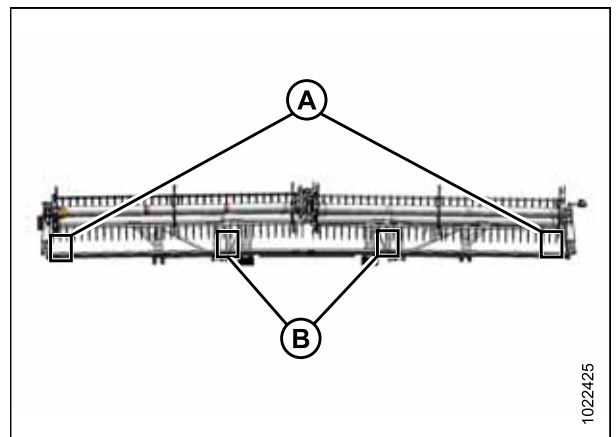

Figura 5.224: Lugares de medición
8. Mida el espacio libre (X) entre los puntos (C) y (D) en los extremos de cada molinete (A) y en las ubicaciones de flexión (B). (Consulte la figura 5.224, página 525 para ver las ubicaciones de medición)